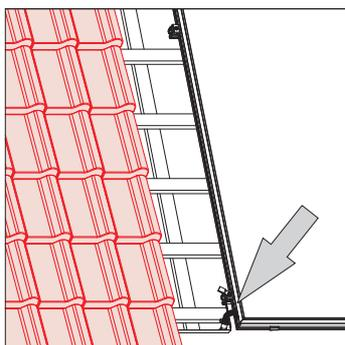

Fig. 3-37 Posizione di montaggio della sonda della temperatura del collettore -
2. Inserire la sonda di temperatura del collettore nel collettore piano fino all'arresto (vedere fig. 3-37). Il sensore dev'essere bloccato alla lamiera dell'assorbitore.